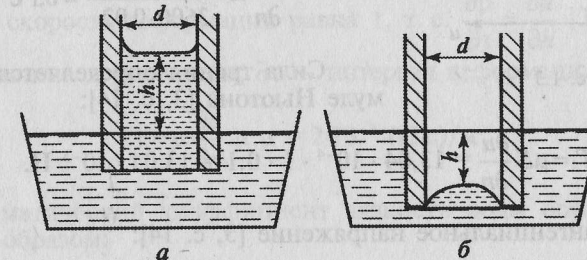

Рис. 1.2
**Задача 1.18.** Рассмотреть явление капиллярности в стеклянных пьезометрических трубках диаметрами  $d_1 = 5 \text{ мм}$ ,  $d_2 = 2 \text{ мм}$ ,  $d_3 = 10 \text{ мм}$  для воды, спирта (рис. 1.2, а) и ртути (рис. 1.2, б).